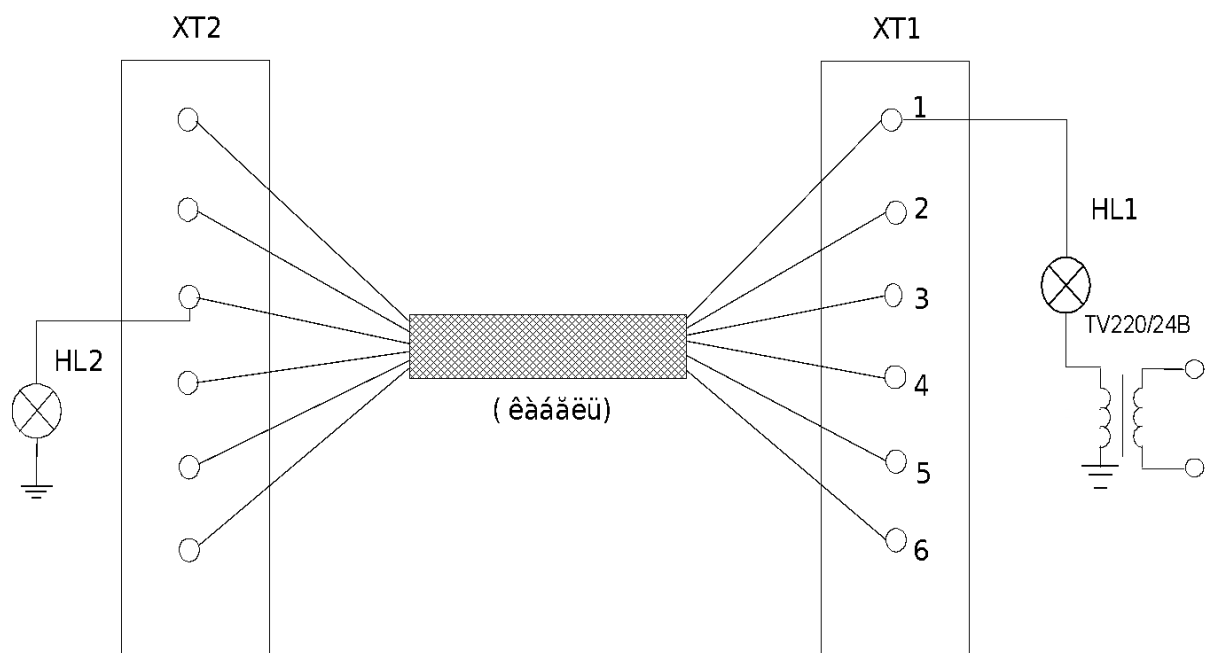

Рисунок 1 - Схема продзвінки кабелю
- виконують з'єднання сигнальної лампи HL1 і вторинної обмотки трансформатора напруги (а), підключають провід від HL1 до затискача першої клеми затискної колодки XT1 (рисунок 1). Другий вивід трансформатора (х) підключають до шини заземлення;